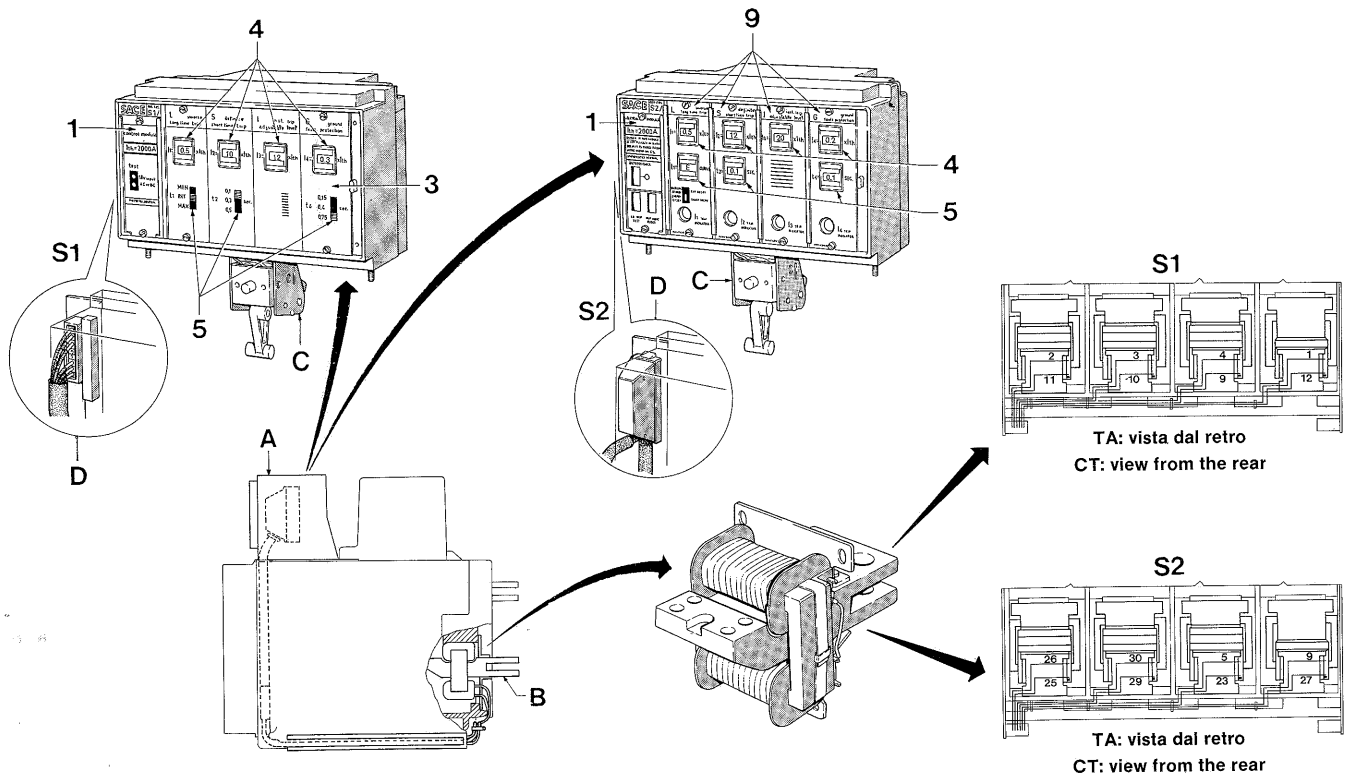

Fig. 8
Questi sganciatori (serie S1 e S2) sono adatti solo per c.a. e sono composti di due elementi (Fig. 8):
- sganciatore S2: inserire i cavi 25, 29, 23, 27 (quest'ultimo presente solo per esecuzione tetrapolare con neutro) nel terminale maschio inferiore (contrassegnato da un cilindretto sporgente) ed i cavi 26, 30, 5, 9 (quest'ultimo per il neutro) nel terminale maschio superiore. Per maggior chiarezza vedere il particolare di Fig. 8.
These releases (S1 and S2 series) are suitable for a.c. only. Each of them is composed (Fig. 8) of:
- S2 o/c release: plug the socket of wires 25, 29, 23, 27 (this last is present in 4-pole c.bs with protected neutral only) into the lower male miniFASTON (that is identified by a projecting small pin). Then plug the socket of wires 26, 30, 5, 9 (this last for neutral) into the upper male miniFASTON. For clarity sake see detail in Fig. 8.